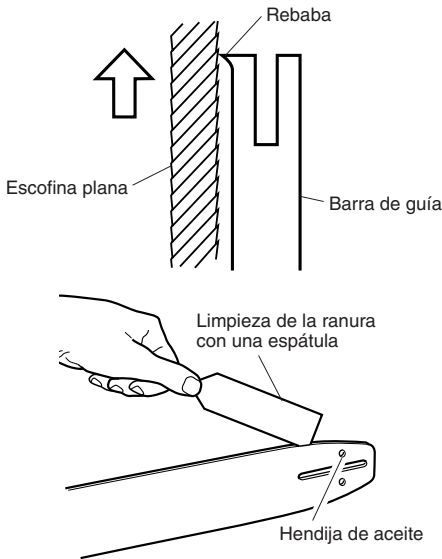

Figura 19 - Mantenimiento de la barra de guía
2. Retire el polvo y la tierra de la ranura de la barra de guía en forma periódica. Para ello, utilice una espátula o un alambre (vea la Figura 19).